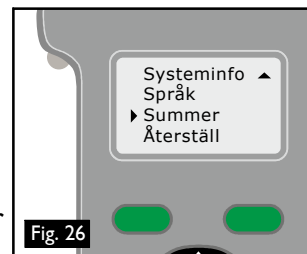
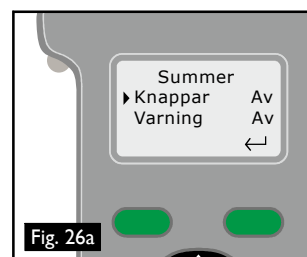

Fig. 26
Fig. 26a
- Inaktivera ljudet genom att trycka på MENY och använd sedan UPP och NER på knappsatsen för att gå till Summer (fig. 26). Välj därefter alternativet med ENTER . ENTER använder du också för att välja PÅ eller AV för ljuden Knappar och Varning (fig. 26a).